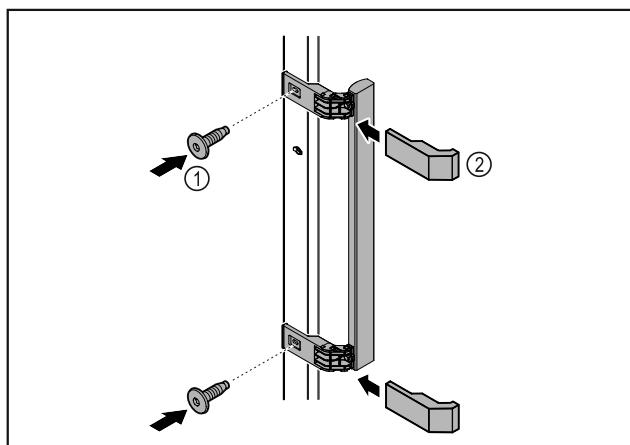

Fig. 8
► Montirajte ručku iz vrećice s priborom s pomoću priloženih vijaka Fig. 8 (1) na vrata.
► Postavite poklopac Fig. 8 (2).